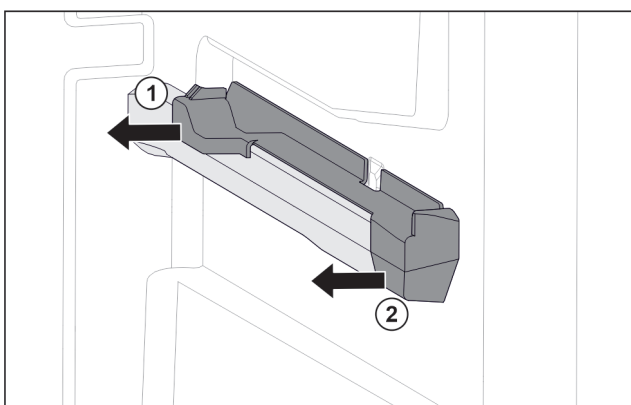

Fig. 39 Násuvný diel na pravom rebre nádoby
- ▶ Stiahnite násuvný diel vzadu do strany. Fig. 39 (1)
- ▶ Stiahnite násuvný diel vpredu do strany. Fig. 39 (2)